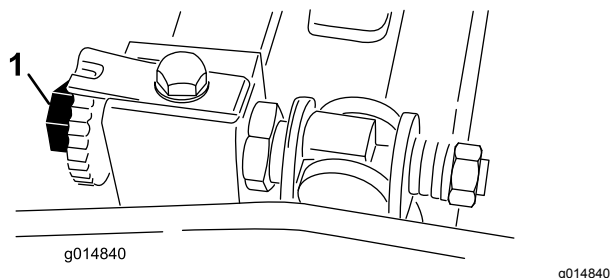

Figura 47
3. Rode o cilindro de forma a que a lâmina cruze a extremidade da lâmina de corte entre a primeira e segunda cabeça dos parafusos do lado direito da unidade de corte (Figura 47).
6. Rode o parafuso de ajuste da barra de apoio direita até sentir uma ligeira pressão (ou seja, arrastamento) no calço deslizando-o de um lado para o outro (Figura 47).